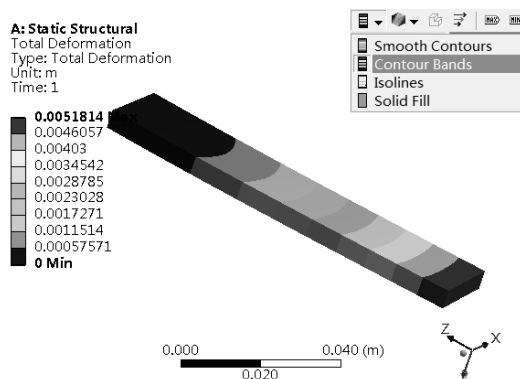

图 4-10 Contour Bands 方式
(2) Contour Bands: 云图显示有明显的色带区域, 如图 4-10 所示。